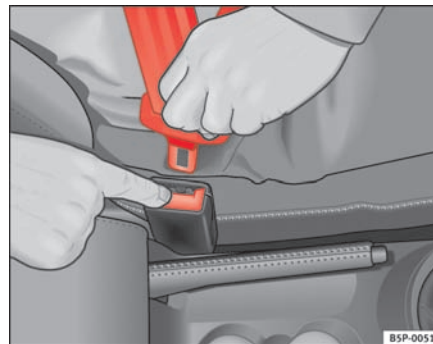

Fig. 16 Sådan frigør du låsetappen fra seletåsen.
- Tryk på den røde knap på seletåsen ⇒ fig. 16. Låsetappen løsnes og springer op ⇒ ⚠.